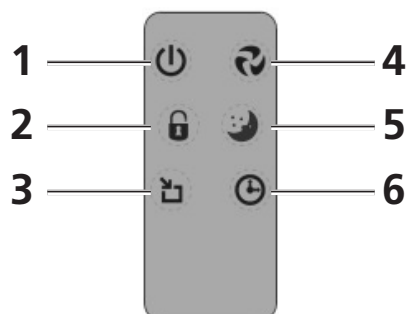

Bild 5
1. Visar inställd fläktkapacitet. Fläktkapaciteten kan anges genom att trycka på Knapp 1 på displayen (Bild 4) eller Knapp 4 på fjärrkontrollen (Bild 5). Genom att trycka på knappen upprepade gånger cyklas fläktkapaciteten från SLEEP till LOW till MEDIUM till TURBO och tillbaka till SLEEP.